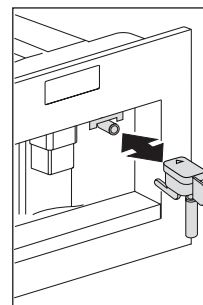

Fig. 13
- ▶ Para volver a utilizar el aparato, introduzca el surtidor de agua caliente (Fig. 13), si no está ya en su sitio y pulse el icono OK (B9). La pantalla muestra el mensaje "HOT WATER PRESS OK" (presión de agua caliente ok). Pulse el icono OK (B9) a los pocos segundos y deje que el surtidor dispense agua durante 30 segundos. Cuando se detenga la dispensación, se volverán a mostrar en la pantalla los modos básicos.